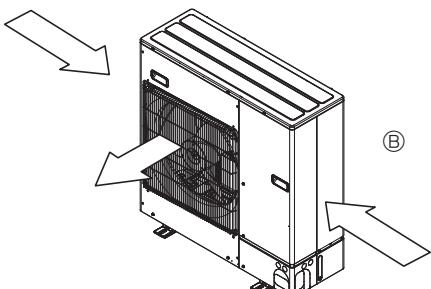

Fig. 2-6
- ③ Cihazın konumunu, mümkünse, hava çıkışından gelen havanın, mevsimsel rüzgârlarının yönüne dik gelmesini sağlayacak şekilde seçin. (Fig. 2-6)